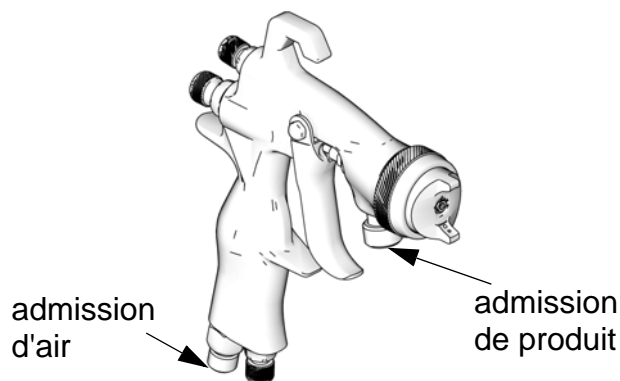

FIG. 1
4. Raccordez une alimentation en air propre, sec et filtré sur le raccord d'admission d'air. Consultez la FIG. 1.
5. Branchez un flexible produit sur le raccord d'admission de produit. Consultez la FIG. 1.